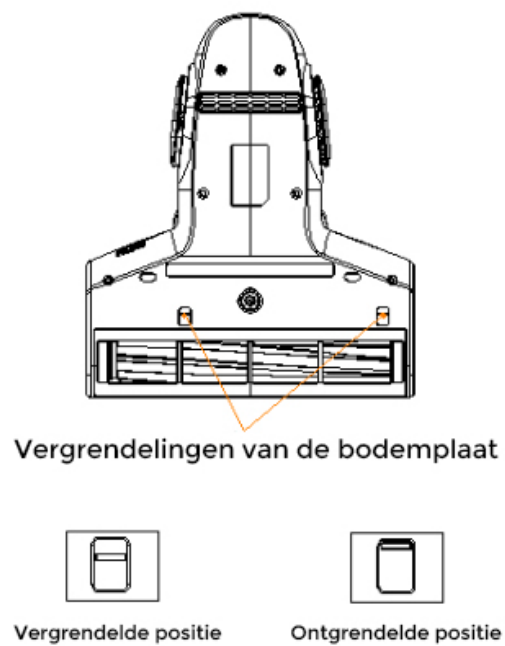

Fig.9
2. Beide vergrendelingen naar achteren trekken (Fig. 9).